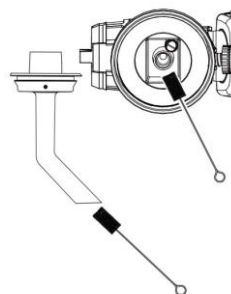

fig. 19
11. Nettoyez le tube d'aspiration et la buse d'aspiration de l'accessoire de pulvérisation à l'aide d'une brosse et d'un produit de nettoyage approprié (fig. 19).